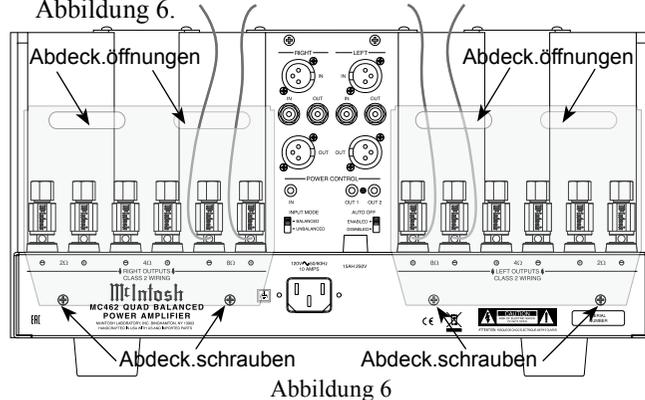

Abbildung 6
- Nehmen Sie die Abdeckungen für die Anschlussklemmen aus dem Lieferkarton des MC462 heraus. Ziehen Sie die gerade vorbereiteten Lautsprecherkabel durch die Abdeckungsöffnungen (1 Abdeckung pro Kanal). Siehe Abbildung 6.
Die Darstellung in Abbildung 6 verkörpert den Anschluss von 8- Ω -Lautsprechern.
- Befestigen Sie die Abdeckungen für die Anschlussklemmen an der Rückwand des MC462, indem Sie die vorher entfernten Schrauben wieder eindrehen. Siehe Abbildung 6.
7. Nehmen Sie die Abdeckungen für die Anschlussklemmen aus dem Lieferkarton des MC462 heraus. Ziehen Sie die gerade vorbereiteten Lautsprecherkabel durch die Abdeckungsöffnungen (1 Abdeckung pro Kanal). Siehe Abbildung 6.
Die Darstellung in Abbildung 6 verkörpert den Anschluss von 8-Ω-Lautsprechern.
9. Befestigen Sie die Abdeckungen für die Anschlussklemmen an der Rückwand des MC462, indem Sie die vorher entfernten Schrauben wieder eindrehen. Siehe Abbildung 6.